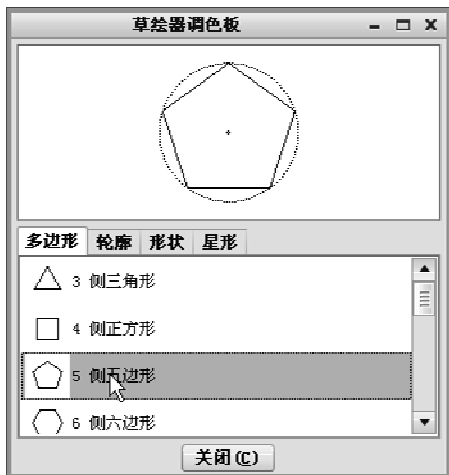

图 2-90 “草绘器调色板”对话框
① 运行 Creo Parametric 2.0 系统后，在“快速访问”工具栏中单击“新建”按钮，系统弹出“新建”对话框。在“类型”选项组中选择“草绘”单选按钮，在“名称”文本框中输入文件名为“bc_s2_1”，然后单击“确定”按钮。
② 在功能区“草绘”选项卡的“草绘”面板中单击“调色板”按钮，打开“草绘器调色板”对话框，在“多边形”选项卡中，双击“5 侧五边形”选项，如图 2-90 所示。